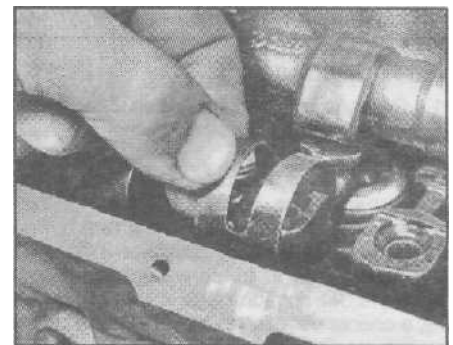

Рис. 10.8. Снятие фиксатора толкателя клапана
- их с болтов с шаровыми наконечниками (см.рис. 10.8).